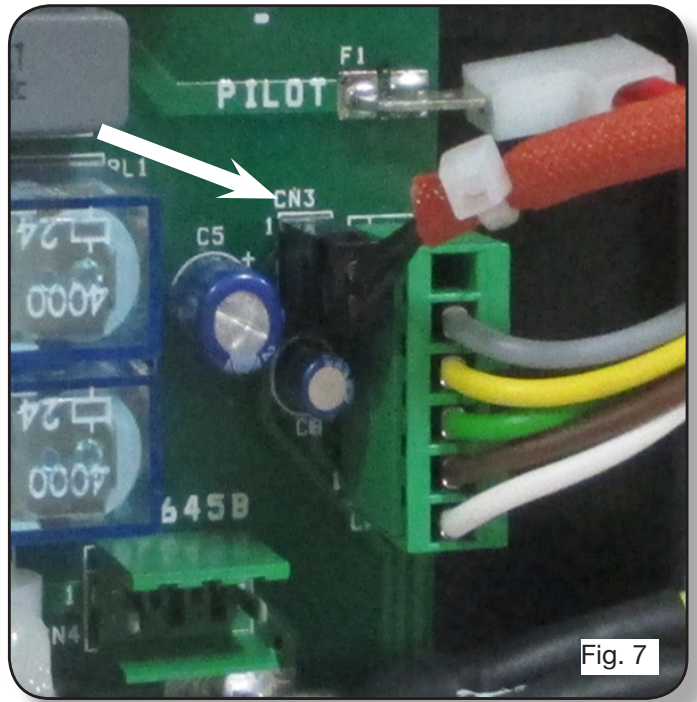

Fig. 7
- Enchufar el conector negro AMP MODU II de dos vías de la conexión 3 al conector AMP MODU II de dos vías CN3 de la tarjeta 5602210, tal como se observa en la fig. 7